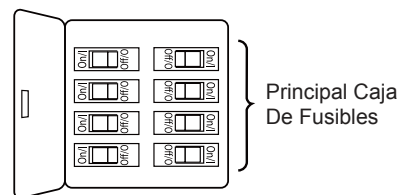

Figura 1
### Uso de perfil bajo (Figura 1)
1. Extraiga la pieza de la bola colgante de la unidad de la bola colgante / varilla aflojando el tornillo de presión de la bola colgante hasta que la bola se libere de la varilla. Retire el pasador del barral y luego extraiga la semiesfera. Conserve el pasador y la semiesfera para su reinstalación en el Paso 6. (Figura 1)
Para evitar una posible descarga eléctrica, asegúrese de cortar la alimentación eléctrica de la caja de fusibles principal antes de colgar el ventilador. (Figura 1)
1. Para configurar el código de unidad del receptor. Deslice los interruptores de código a las mismas posiciones que en el transmisor. (Figura 1)
1. Instale la cubierta rotando la ranura clave en la cubierta sobre el tornillo de hombro del soporte del gancho, teniendo cuidado de no pillar los cables. Fije el tornillo de hombro. Instale adecuadamente y fije el segundo tornillo de hombro que fue anteriormente guardado. (Figura 1)
1. Asegure las tres palas usando los tornillos de 1/4"-20 en la placa de las palas a través de los orificios ubicados en la parte inferior del motor. (Figura 1)
- 1. **IMPORTANTE:** El uso de un regulador de la intensidad completa (no incluido) para controlar la velocidad del ventilador dañará el dispositivo. Para reducir el riesgo de incendio o descarga eléctrica, no utilice dicho regulador para controlar la velocidad del ventilador. (Figura 1)